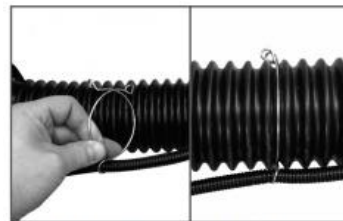

Рис. 7 Кронштейн защитной оболочки троса газа
11. Закрепите на гибкой трубе кронштейн защитной оболочки троса газа. После этого убедитесь, что защитная оболочка троса газа с обеих сторон от кронштейна не перетянута. При необходимости, переустановите кронштейн (Рис.7).